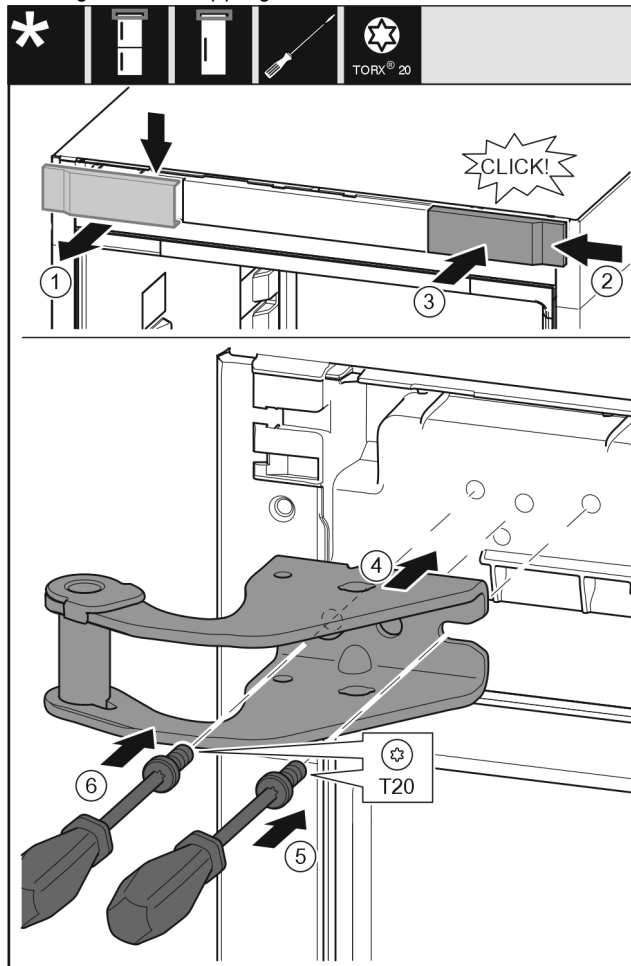

Fig. 10
- ▶ Ta av dekselet ovenfra og fremover. Fig. 10 (1)
- ▶ Monter dekselet fra høyre, dreid 180°, på den andre siden. Fig. 10 (2)
- ▶ La dekselet klikke på plass. Fig. 10 (3)
- ▶ Sett på den øvre lagerbukken. Fig. 10 (4)
- ▶ Sett skruen på og skru den fast med skrutrekker T20. Fig. 10 (5)
- ▶ Sett skruen på og skru den fast med skrutrekker T20. Fig. 10 (6)